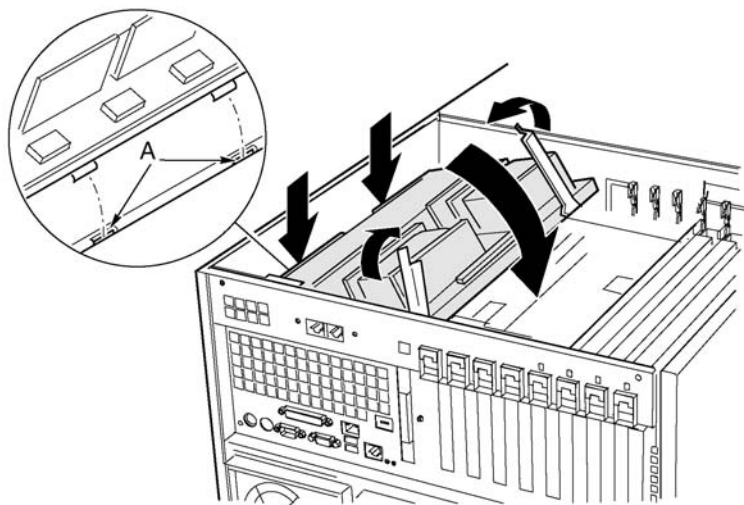

Figura 23 - Installazione della scheda del processore
- 1 Inserire le linguette della scheda del processore nelle fessure sulla staffa della scheda madre (Figura 23, A).